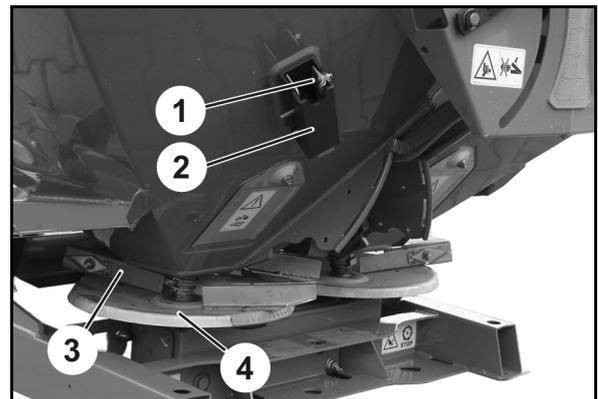

図 78
1. 境界散布偏向板 (図 78/1) をホルダ (図 78/2) から取り出します。
2. 左側の散布ディスク (図 78/4) から長い散布偏向板 (図 78/3) を取り外します。